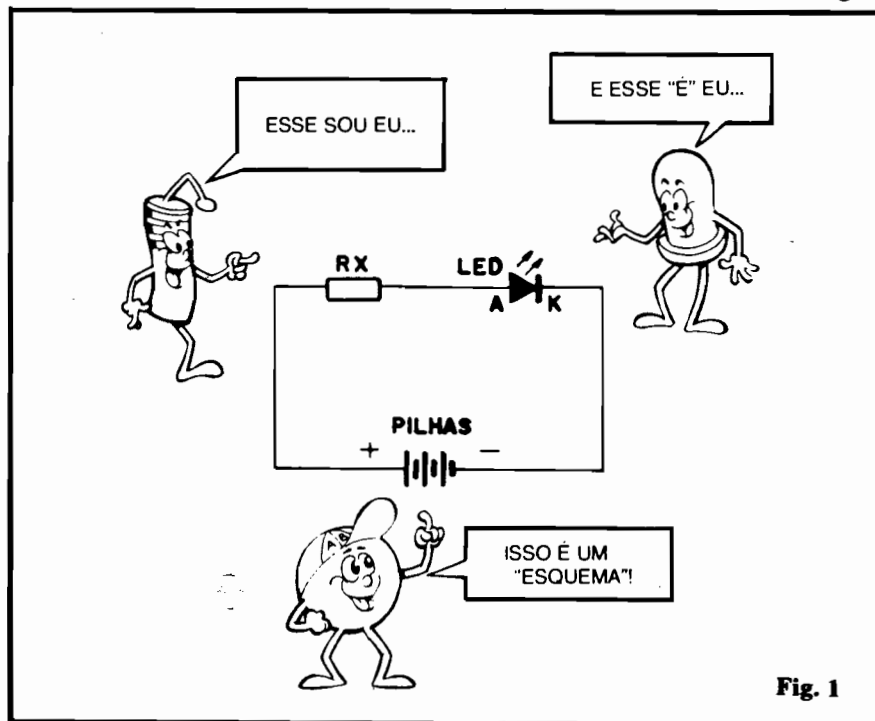

Fig. 1
- **FIG. 1** - "Esquema" do circuito da EXPERIÊNCIA. Em Eletrônica chamamos de **ESQUEMA** à representação simbólica dos componentes de um circuito, mostrada num diagrama de ligações que corresponde à situação real de tais componentes e ligações. É como se fosse um "mapa" ou uma "planta" do circuito. Um mapa **não** é uma região geográfica, porém é capaz de representá-la ou simbolizá-la perfeitamente...